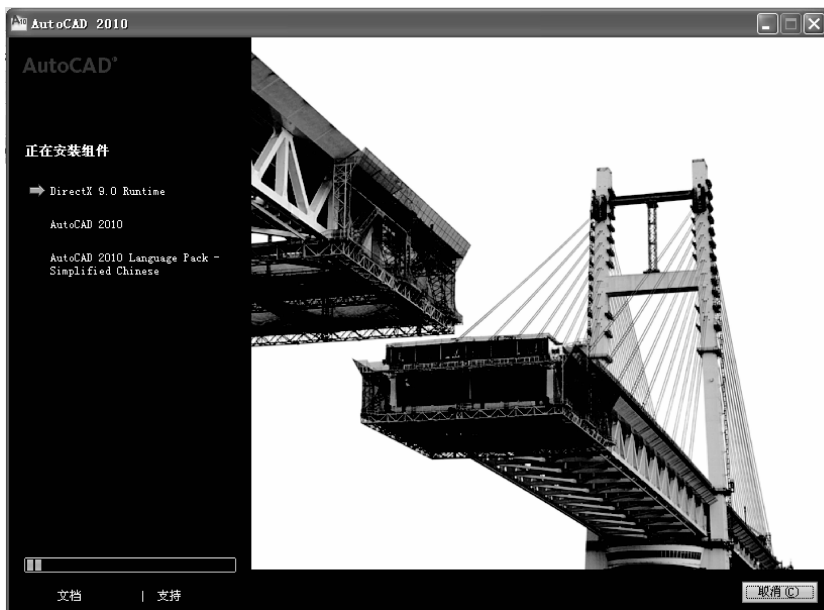

图 1-5 安装进行中
(5)此时进入默认安装路径界面,也可以根据需要在及磁盘空间大小自行选择安装路径,单击“安装”按钮,进入安装界面(根据电脑配置不同,安装时间长短不一样,请耐心等待),如图 1-5 所示。